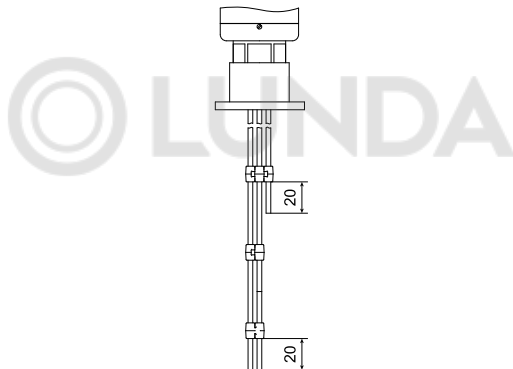

Рисунок 4.4 – Установка разделительных шайб
5. Установить разделительные шайбы из комплекта поставки на электроды. Разделительные шайбы следует устанавливать в 20 мм от края электродов (см. рисунок 4.4). Расстояние между шайбами должно быть не менее 0,3–0,5 м для участков длиннее 1 м.